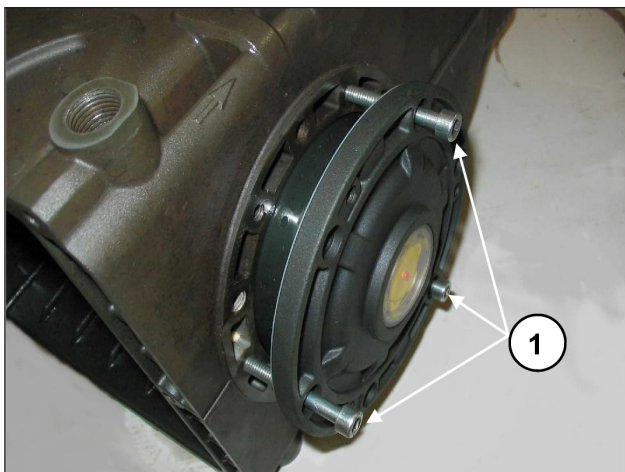

Fig. 8
Antes de montar as coberturas laterais, certifique-se da presença dos anéis circulares de vedação em ambos os anéis de calço somente sobre a cobertura lateral da luz. Para facilitar a entrada da primeira seção e da relativa inserção das coberturas no cárter, aconselha-se o uso de 3 parafusos M6 x 40, parcialmente rosqueados, (Fig. 8, pos. ①) para depois completar a operação com os parafusos fornecidos (M6x18).